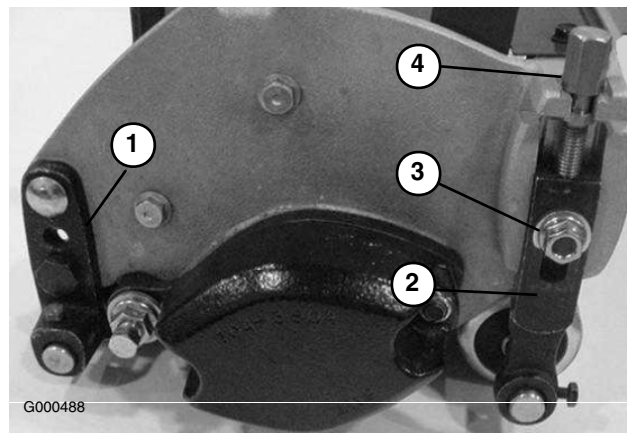

Figure 51
1. Réglez les supports du rouleau arrière (Figure 51) à la position supérieure ou
3. Desserrez les contre-écrous qui fixent les bras de hauteur de coupe aux plaques latérales du plateau de coupe (Figure 51).